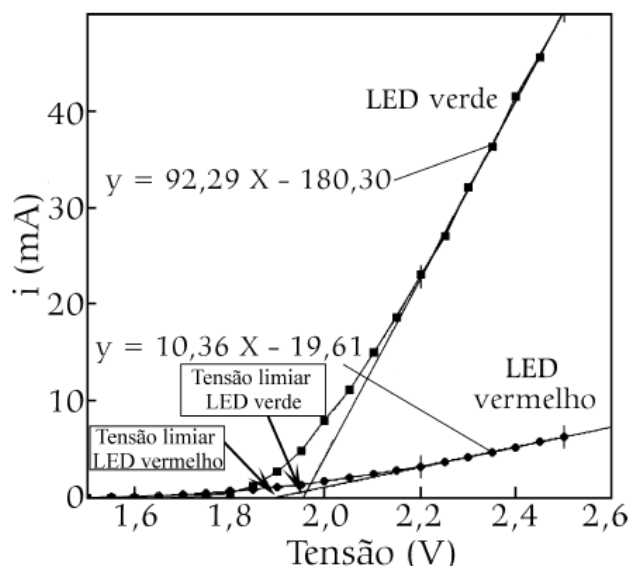

Figura 2: Extrapolação linear para estimativa do valor de tensão limiar do LED².
5. Com os dados do LED, faça um ajuste linear com os valores de corrente significativamente maiores que as correntes “térmicas” e determine a tensão limiar do LED com a sua respectiva incerteza (no SI). Além do gráfico faça um “print screen” dos parâmetros do ajuste. Atente que o gráfico pedido no item 2 tem eixos diferentes dos eixos da Figura 2.